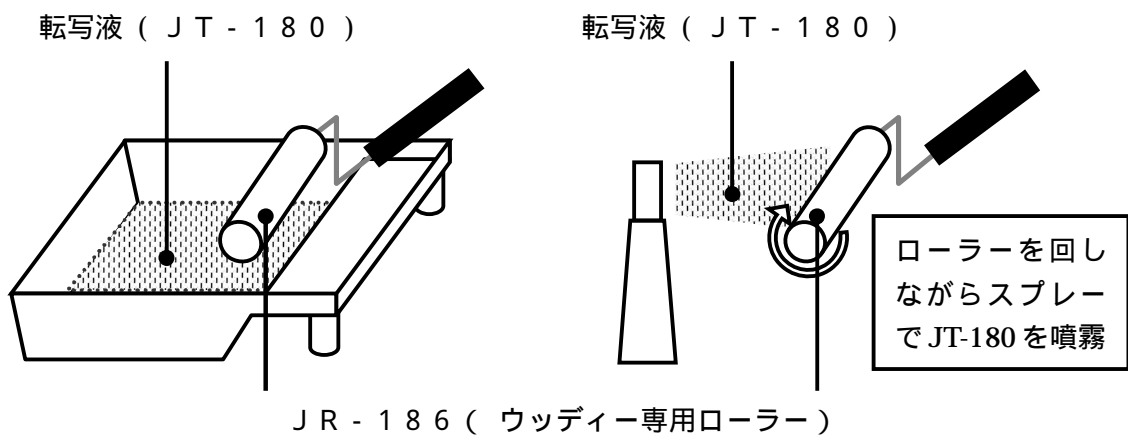

図2
- ・専用ローラーJR-186に転写液JT-180を塗布してください(図2)。